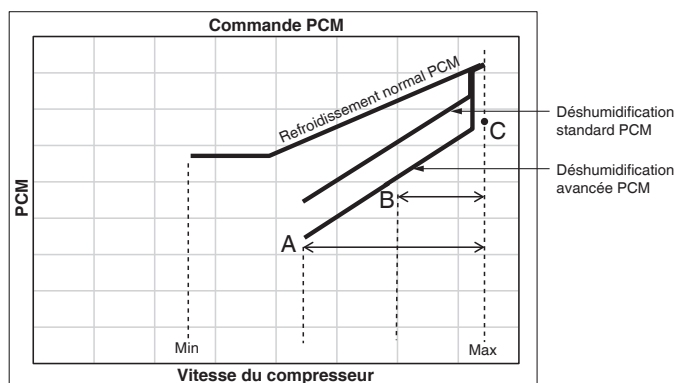

Figure 1
- De plus, le système peut disposer d'un fonctionnement de déshumidification amélioré pour les réglages « A », « B » ou « C » en fonction de la demande de déshumidification. Dans la déshumidification améliorée, le débit d'air intérieur est inférieur à celui de la déshumidification standard. Le réglage « A » permet une plus large gamme de compresseurs avec un pcm inférieur à la déshumidification standard. Le réglage « B » limite la plage de fonctionnement du compresseur et maintient une capacité de déshumidification élevée. Dans le réglage « C », le système fonctionne à 100% du compresseur et du débit d'air. Voir la figure 1.